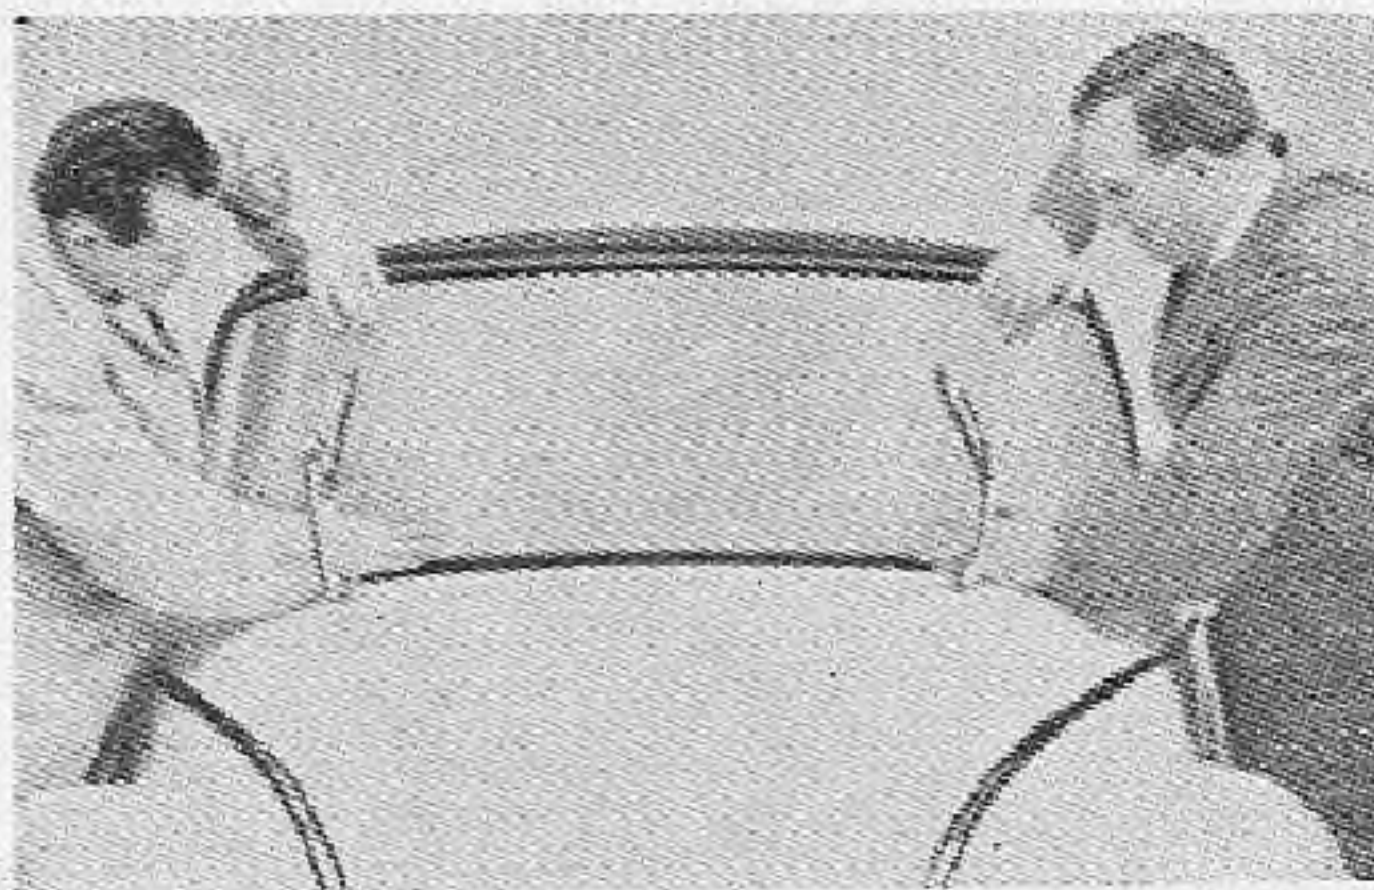

Fig. 241. — Montaje del borde inferior del parabrisas.
3. Dos operarios, desde afuera, "presentan" el parabrisas en la abertura y hacen calzar el marco de goma en el borde inferior de aquélla (fig. 241), ejerciendo presión hacia adentro y hacia abajo.